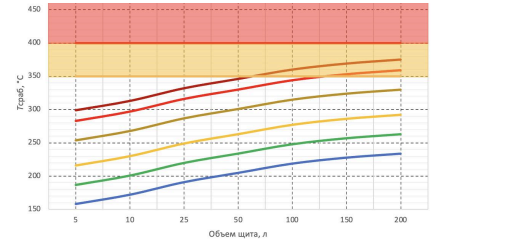

Рис. 1 Зависимость температуры срабатывания от объёма щита
- По номограмме (Рисунок 1) для заданного объёма V и выбранного порога CO_{th} определить $T_{сраб}$;